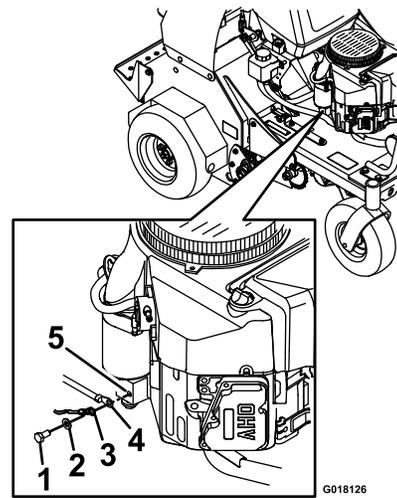

Figura 4
2. Retire el tornillo, la arandela y el cable de tierra del motor. Conecte el cable negativo de la batería según se muestra en Figura 4.